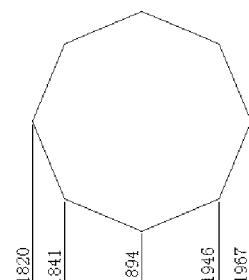

图 3.29 坐标标注效果
④ 坐标(O):在命令提示区中输入“O”,以坐标式标注作为快速标注方式。坐标标注效果如图 3.29 所示。